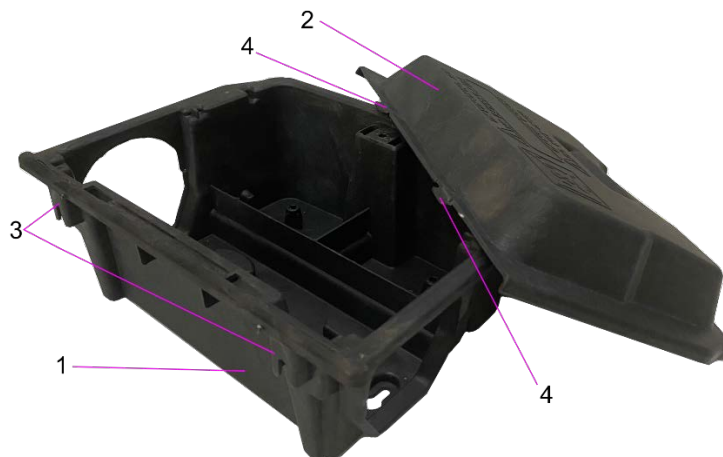

Рис.1 Общий вид
Контейнер (рисунок 1) состоит из корпуса (1), и съемной крышки (2). Плотное соединение крышки с корпусом обеспечивается при помощи зацепов (4) с одной стороны крышки и защелок замка с противоположной стороны, зацепы устанавливают в пазы (6) на корпусе. Открывается крышка при помощи спецключа, при открывании полностью снимается для удобной работы и обслуживания контейнера. На внешней стороне крышки (2) расположены